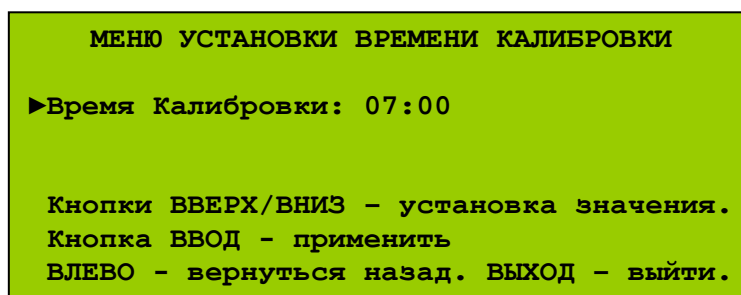

Рис. 118 (Меню установки времени калибровки)
- 3) В меню УДЗ выбрать «Установка времени» \ «Установить время калибровки». Откроется меню установки времени калибровки (Рис. 118).